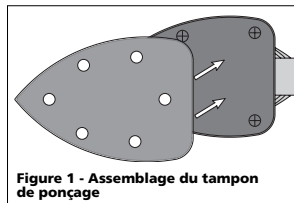

Figure 1 - Assemblage du tampon de ponçage
- Aligner et positionner le disque de ponçage sur la plaque de presse. Bien presser pour retenir en place (voir la figure 1) :